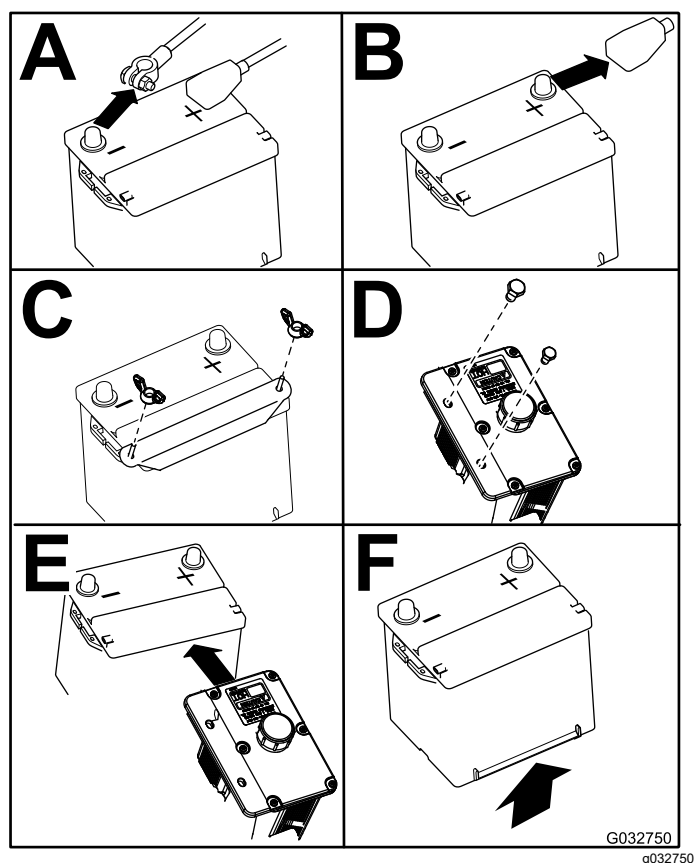

Figura 47
4. Rimuovete la batteria come illustrato nella Figura 47.